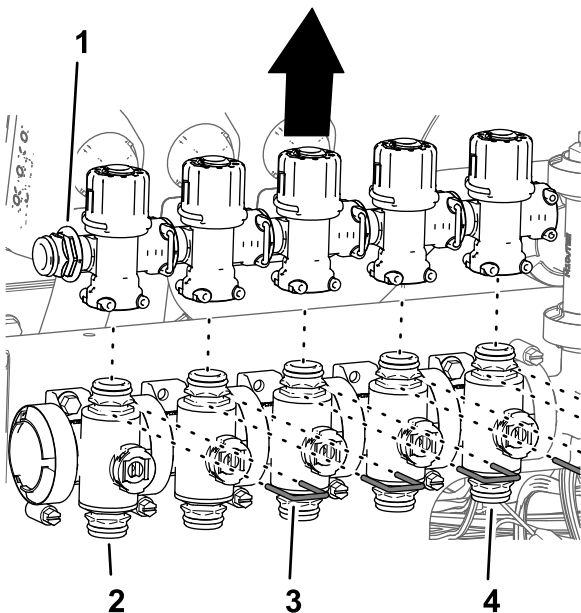

Рисунок 99
4. Снимите держатели, которые крепят перепускные клапаны к клапанам сопел с 1 по 7 (Рисунок 99).
5. Поднимите перепускные клапаны с клапанов сопел с 1 по 5 (Рисунок 99).